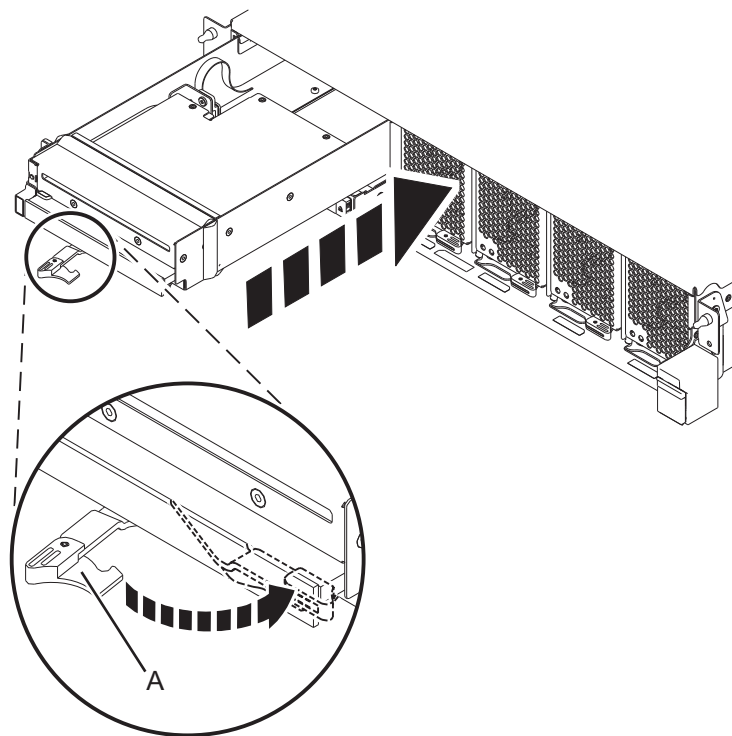

Figura 3. Instal·lació d'un dispositiu de suport d'emmagatzematge extraplà en una unitat de control del sistema 9080-MHE, 9080-MME, 9119-MHE o 9119-MME
- a. Assegureu-vos que la nansa del dispositiu de suport d'emmagatzematge extraplà (**A**) s'hagi girat perquè estigui oberta tal com es mostra a la Figura 3 a la pàgina 7.